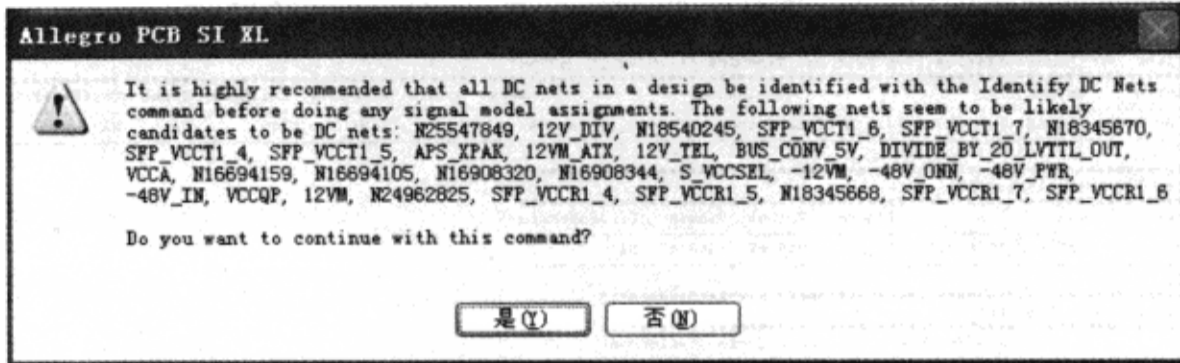

图 5-3-40 提示信息
(1) 启动 Allegro PCB SI XL，打开 Complete.brd 文件。
(2) 在“Allegro PCB SI XL”窗口执行菜单命令“Analyze”→“SI/EMI Sim”→“Model Assignment...”，弹出提示信息，如图 5-3-40 所示。推荐在继续分配信号模型前确定所有的 DC Nets。